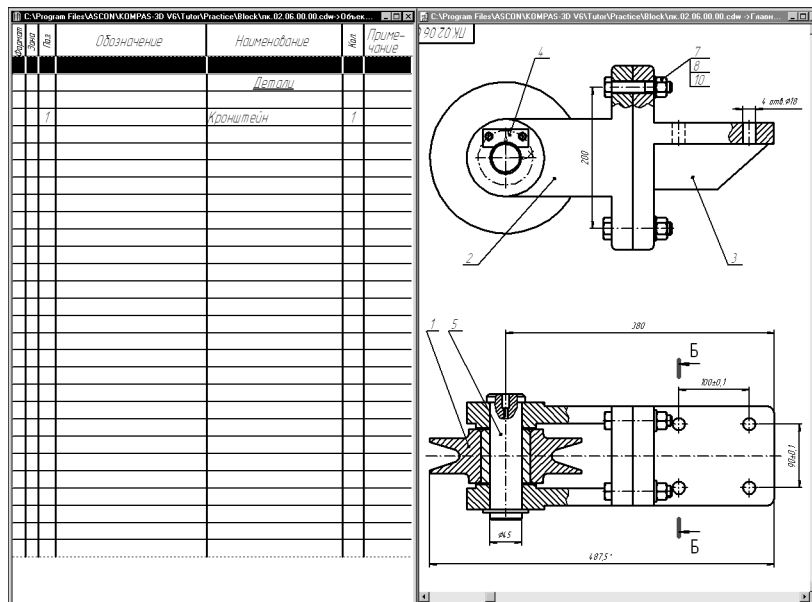

Рис. 57.8.
- Измените масштаб таким образом, чтобы был хорошо виден главный вид *Блока направляющего* (рис. 57.8).